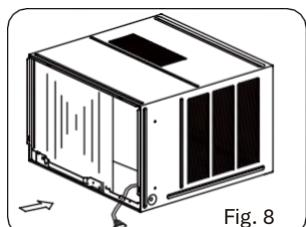

Fig. 8
1. Deslide o aparelho para dentro do armário até ficar bem encostado à parte de trás do armário. Deve ter o cuidado de assegurar que as tiras de vedação de espuma no armário permanecem no lugar (ver Fig. 8).